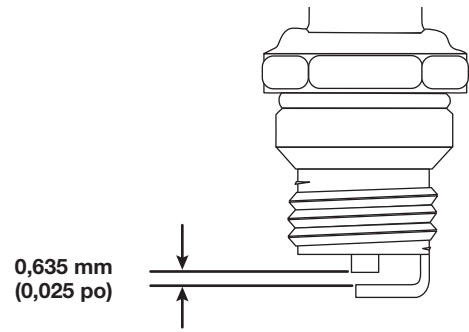

Fig. 21
4. Utilisez une jauge d'épaisseur pour régler l'écartement à **0,635 mm (0,025 po)** (Fig. 21).